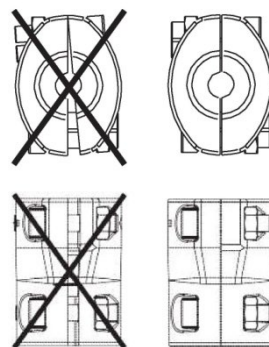

Рисунок 11 – Правильно стянутая соединительная муфта
8. Полностью затяните соединительную муфту болтами с заданными моментами затяжки (см. подраздел 10.2). Убедитесь, что с обеих сторон зазоры одинаковые (см. рисунок 11).